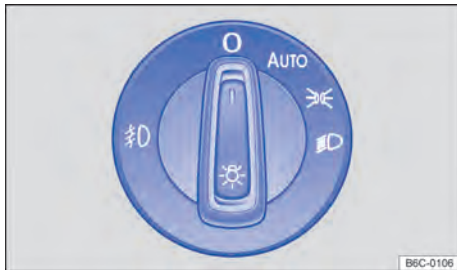

Fig. 72 Ao lado do volante: interruptor de luzes (uma variante).
- **Ligar o farol de neblina** : puxe o interruptor das luzes para fora → Fig. 72, até a primeira ranhura. A luz de controle  se acende no interruptor na cor verde.